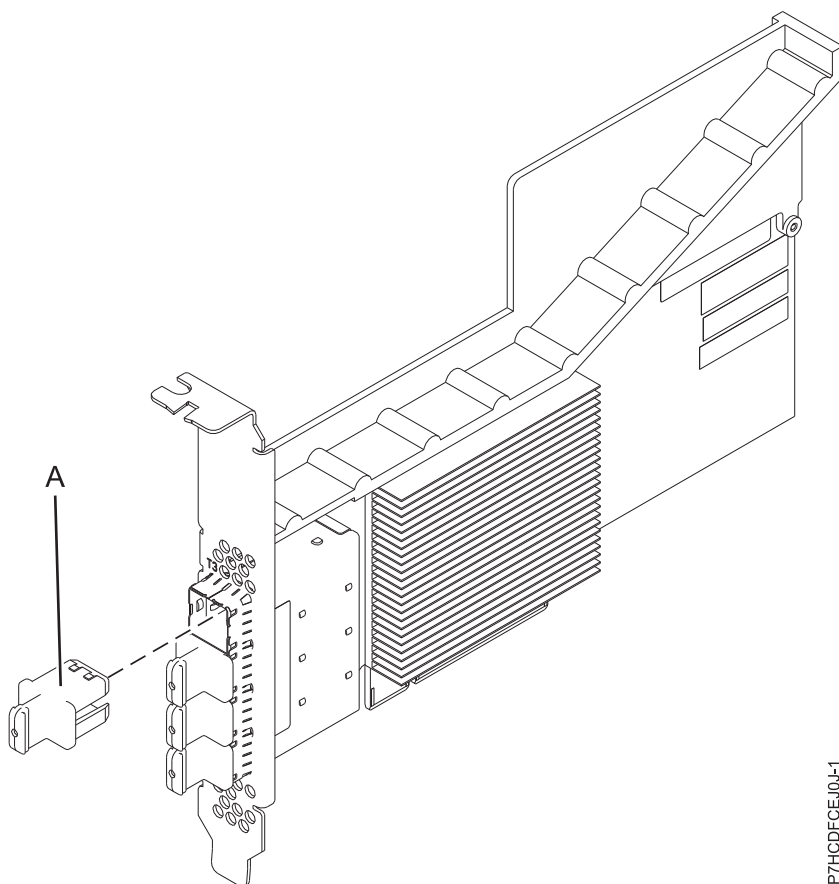

図 19. PCIe3 4 x8 SAS ポート・アダプター
PCIe3 4 x8 SAS ポート・アダプターは、PCI Express (PCIe)、第 3 世代、RAID SAS アダプターで、ロー・プロファイル、ショート・フォーム・ファクターですが、フルハイトの取り付け用にパッケージ化されています。このアダプターは、高性能で高密度のシリアル接続 SCSI (SAS) アプリケーションに使用されます。これは、4 つの mini SAS 高密度 (HD) x4 コネクターを使用して SAS DVD または SAS テープの接続をサポートするため、これにより、物理リンクをさまざまな狭幅ポート構成および広幅ポート構成で使えるようになります。SAS テープの接続は、単一アダプター構成でのみサポートされ、同じアダプター上で SAS ディスクと混用することはできません。アダプターは、書き込みキャッシュを備えています。62 ページの図 19 は、PCIe3 4 x8 SAS ポート・アダプターを示しています。
62 ページの図 19 はアダプターを示しています。コネクター・プラグ (A) は、空白ポートに取り付けて、隣接したポート・コネクターのケーブルが差し込まれたり取り外されたりした場合のそのポートの損傷を防ぎます。